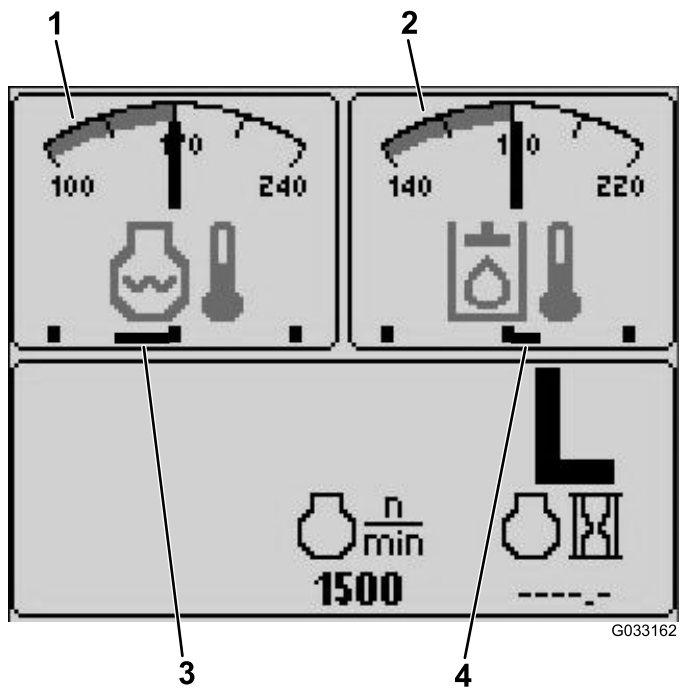

Рисунок 18
- Индикатор температуры гидравлической жидкости и вентилятора — верхний правый экран (Рисунок 18).
Примечание: В примере на Рисунок 18 вентиляторы охлаждения гидравлической жидкости работают в прямом направлении с частотой вращения, составляющей 25% от максимально возможной.
- Индикатор вентилятора и температуры охлаждающей жидкости двигателя — верхний левый экран (Рисунок 18).
Примечание: В примере на Рисунок 18 вентиляторы системы охлаждения двигателя работают в обратном направлении с частотой вращения, составляющей 50% от максимально возможной.
Направление вращения вентилятора также отображается на экране температуры охлаждающей жидкости и экране температуры гидравлической жидкости. Если полоса находится справа от средней отметки, вентиляторы вращаются в прямом направлении. Если полоса находится слева от средней отметки, вентиляторы вращаются в обратном направлении (Рисунок 18).
Данный индикатор показывает температуру гидравлической жидкости и состояние вентилятора охлаждения (Рисунок 18).
Данный индикатор показывает температуру охлаждающей жидкости двигателя и состояние вентилятора охлаждения (Рисунок 18).